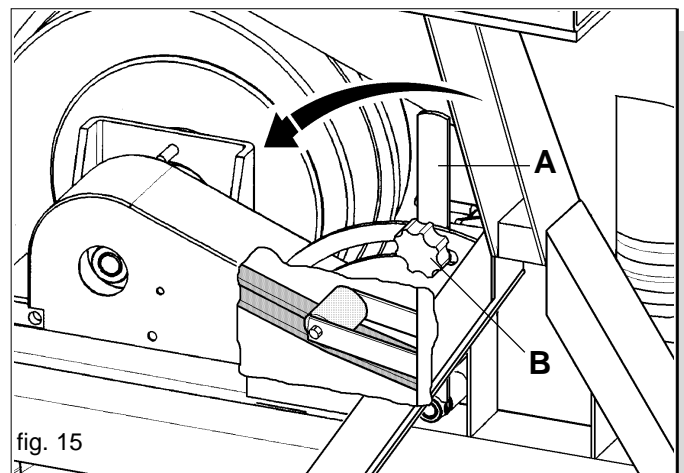
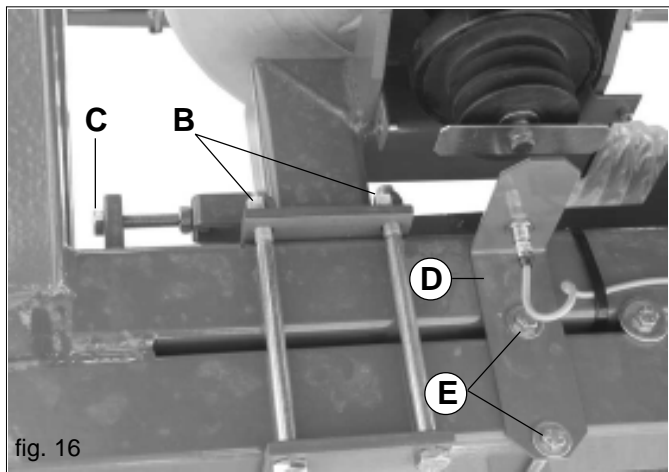

fig. 15
fig. 16
- 2) Regolare il tensionamento delle cinghie mediante la leva con rullo (A Fig. 15) bloccandola con il pomello (B Fig. 15). Una cinghia correttamente tesa non deve cedere alla pressione della mano.
Nel caso in cui l'azione del dispositivo di tensionamento non fosse sufficiente, regolare la posizione del gruppo soffiante: allentare i 4 dadi del supporto soffiante (B Fig. 16) e tramite la vite (C) spostare l'intero gruppo, affinché l'azione della leva (A Fig. 15) permetta di tendere correttamente le cinghie. Serrare nuovamente i dadi (B). Se quest'operazione viene eseguita correttamente, è possibile sostituire le cinghie semplicemente allentando la leva (A Fig. 15).
Alla presenza del sensore della velocità di rotazione della soffiante (rpm), è necessario verificare il corretto posizionamento dello stesso davanti al campo di lettura (vedi Libretto Istruzioni accessorio). Eventualmente spostare il supporto sensore (D Fig. 16) allentando le viti (E).
- 1) Allentare le cinghie per mezzo della leva con rullo (A Fig. 15), smontare le protezioni (A, B Fig. 11) e togliere le cinghie di trasmissione.